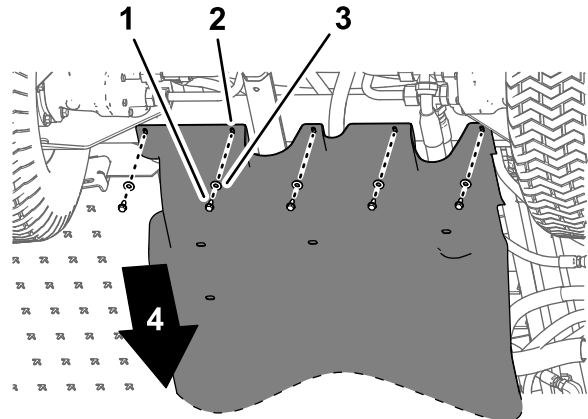
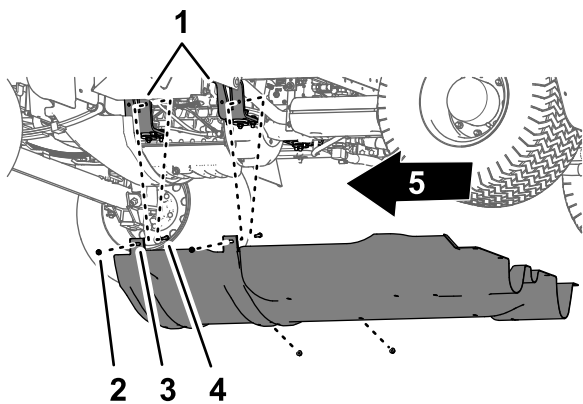

Figura 59
Figura 60
1. Retire los 5 pernos con arandela prensada (5/16" x 5/8") y las 7 arandelas (5/16") que sujetan la parte trasera del protector de bajos al chasis de la máquina (Figura 59).
2. Retire los 4 pernos con arandela prensada (5/16") de los pernos y del perno de cuello cuadrado que sujetan las pestañas de montaje del protector de bajos a los soportes de montaje del motor de la máquina (Figura 60).
- Retire el protector de bajos de la máquina (Figura 59 y Figura 60).
- Alinee el protector de bajos con el chasis de la máquina; consulte Figura 60, en Retirada del protector de bajos \(página 53\).
- Coloque las pestañas de montaje del protector de bajos sobre los pernos de los soportes de montaje del motor; consulte Figura 60, en Retirada del protector de bajos \(página 53\).
- Sujete el protector de bajos a los pernos de los soportes de montaje del motor (Figura 60) con las 4 contratuerca con arandela prensada (5/16") que retiró en el paso 2 de Retirada del protector de bajos \(página 53\).
- Alinee los orificios de la parte trasera del protector de bajos con los orificios del chasis; consulte Figura 59, en Retirada del protector de bajos \(página 53\).
- Sujete la parte trasera del protector de bajos al chasis (Figura 59) con los 5 pernos con arandela prensada (5/16" x 7/8") y las 5 arandelas (5/16") que retiró en el paso 1 de Retirada del protector de bajos \(página 53\).